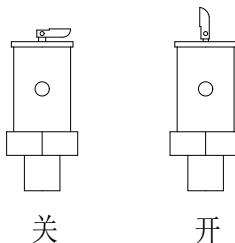

图 4.4
- 2、开始加热后，将放气阀上小扳手拉起，置于垂直位置。如图 4.4 所示。